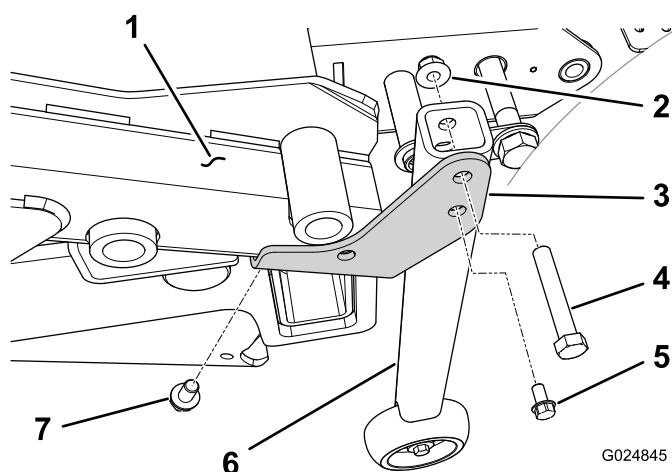

Рисунок 96
7. На тяговых блоках с серийными номерами более 313000001 установите переходной кронштейн (левый или правый) в нижнюю часть соответствующего заднего угла рамы деки, используя самонарезающий винт (3/8 x 5/8 дюйма) (Рисунок 96).
8. Установите опорный узел вертикальной трубы на переходной кронштейн (правый или левый) в каждом углу рамы деки с помощью винта (3/8 x 2-1/4 дюйма) и фланцевой гайки (3/8 дюйма) (Рисунок 96).